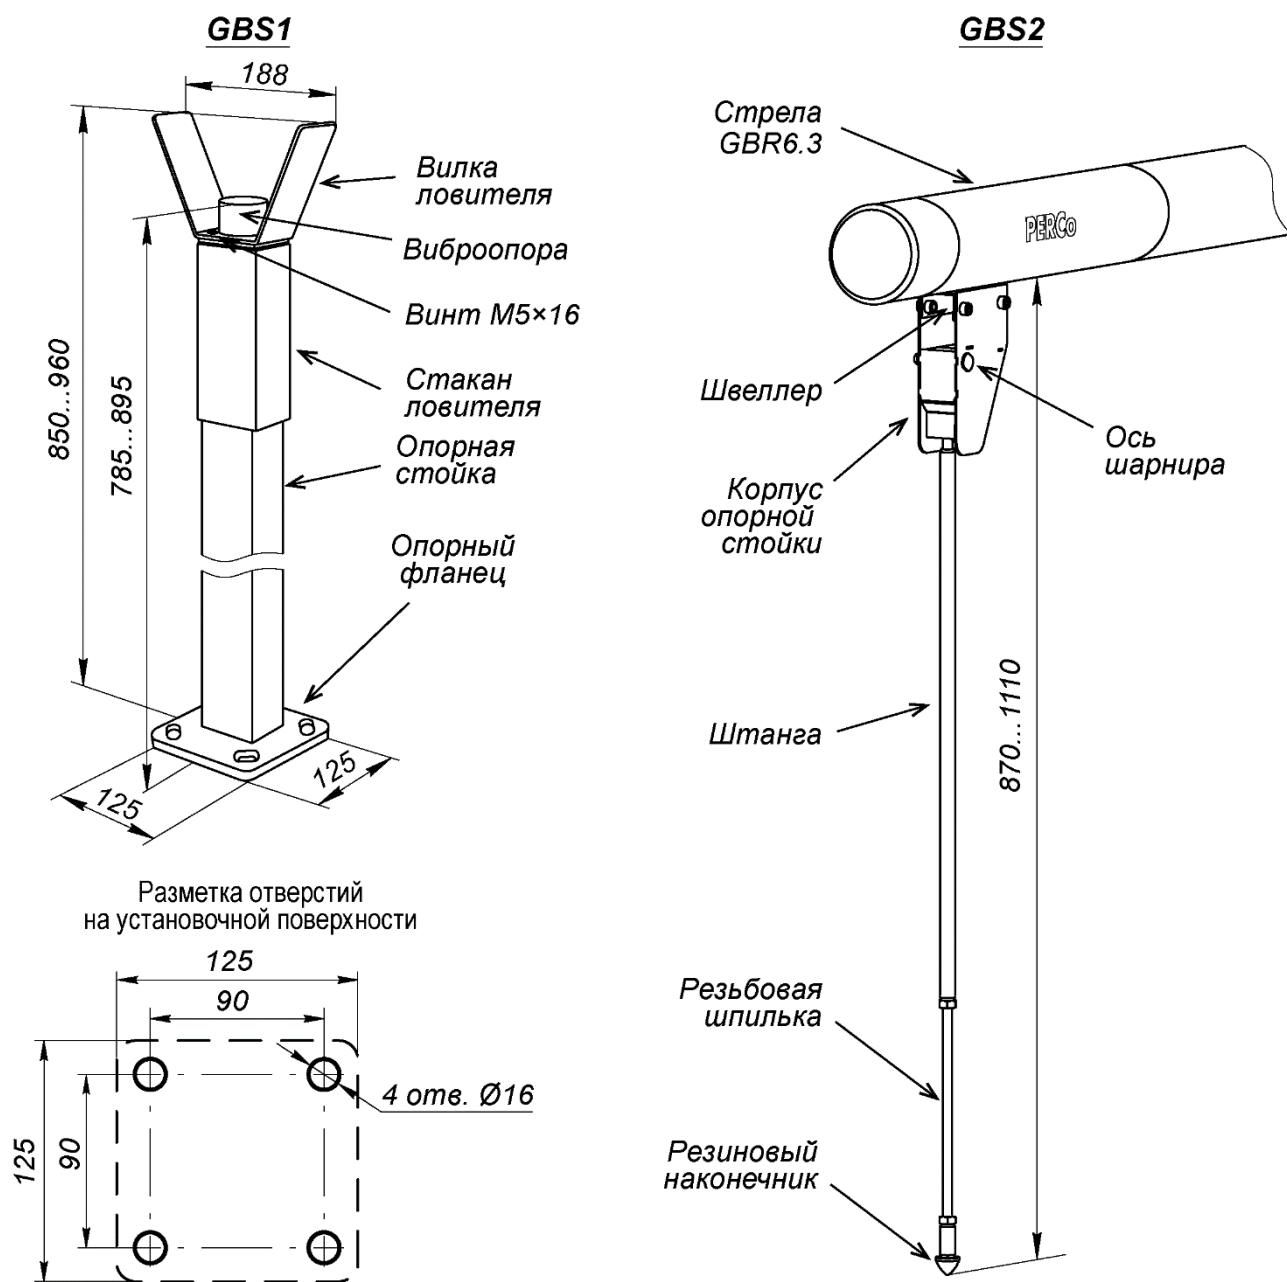

Рисунок 13. Внешний вид опорных стоек **PERCo-GBS1** и **PERCo-GBS2**
Опорная стойка **PERCo-GBS1** состоит из стойки прямоугольного сечения с опорным фланцем и ловителя стрелы (см. рис. 13).
1. Выполните в установочной поверхности отверстия в соответствии с разметкой (рис. 13). Ось опорной стойки должна совпадать с продольной осью стрелы шлагбаума (обращаем внимание, не с осью стойки шлагбаума!, см. рис. 7). Размер отверстий на схеме указан для анкеров типа PFG IH10 («SORMAT»), при использовании других типов анкеров необходимо выполнять отверстия соответствующих им диаметра и глубины.
Вместо стационарной стойки **PERCo-GBS1** можно использовать подвесную опорную стойку **PERCo-GBS2**, которая крепится непосредственно на стреле шлагбаума (см. рис. 13). В вертикальном положении стрелы подвесная стойка складывается под собственным весом. При монтаже на стреле необходимо предварительно закрепить на заклепках монтажный швеллер из комплекта поставки опорной стойки (см. Инструкцию по монтажу из комплекта подвесной стойки), на который затем монтируется корпус опорной стойки.